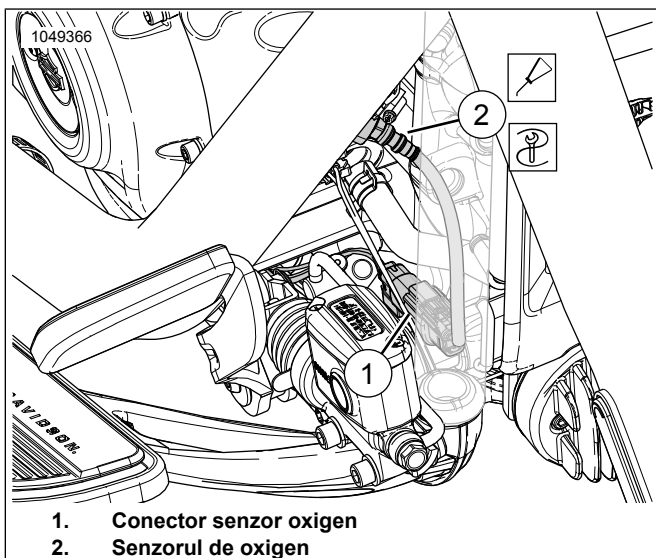

Figura 21. Senzor de oxigen față
Consultați Figura 21. Deconectați conectorul pentru senzorul de oxigen din față (1) de la cablajul principal.